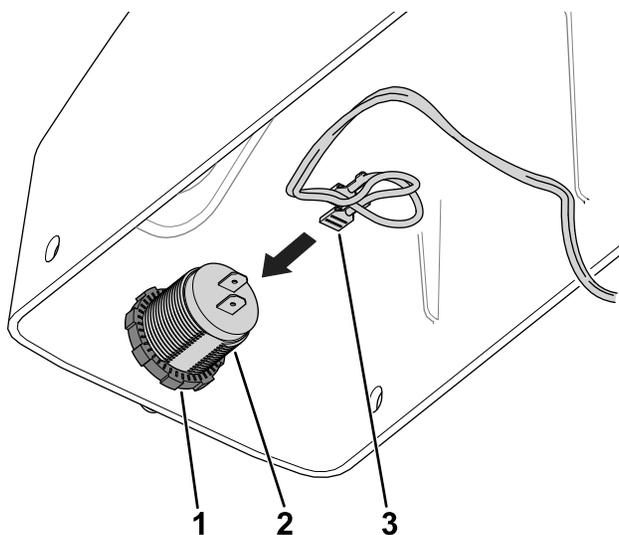

Figura 3
5. Utilizzate il controdado rimosso in precedenza per fissare la porta USB alla protezione del freno di stazionamento (Figura 3).
6. Collegate l'estremità del cablaggio preassemblato con l'etichetta USB PORT alla porta USB (Figura 3).